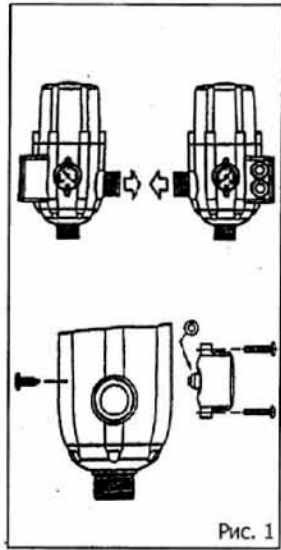
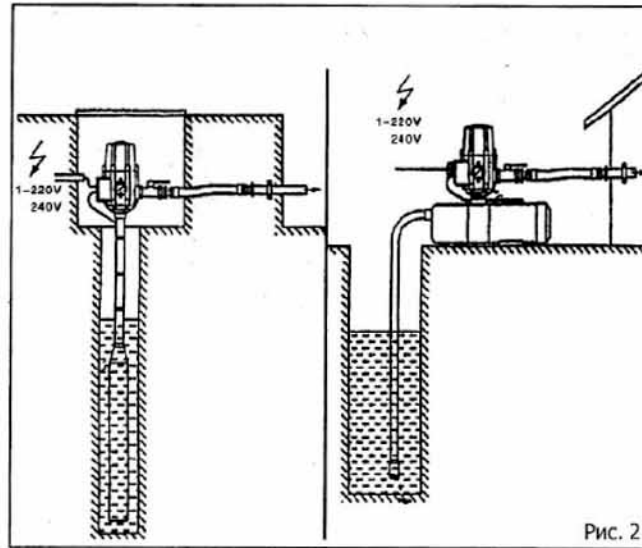

Рис. 1
Рис. 2
1. Манометр может быть вмонтирован на одной из двух сторон блока автоматики (рис. 1), при помощи кольцевого уплотнения и двух крепежных винтов. Выбрав удобное расположение манометра, с противоположной стороны заглушите отверстие при помощи винта без использования какого-либо уплотнения. Установите блок автоматики строго в вертикальном положении (рис. 2) в любой точке, расположенной между подачей насоса и первой точкой водоразбора (кран) таким образом, чтобы входное отверстие (наружная резьба 1") соединялось с направлением выхода потока воды из насоса, а боковое выходное отверстие (наружная резьба 1") соответствовало направлению потока в трубопроводе. Удостовериться в полной герметичности гидравлических соединений. В случае использования электронасоса с максимальным давлением свыше 10 бар необходимо установить редуктор давления на входе в блок автоматики.